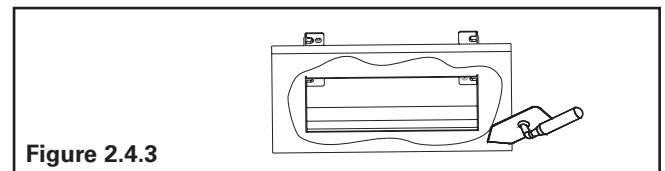

Figure 2.4.3
6. To finish - apply a generous amount of joint compound on trim flange. Mud in up to the trim, around the edge of the fixture. (Figure 2.4.3)
6. Pour finir – appliquez une quantité généreuse de composé à joints sur la collerette de la garniture. Épandez le composé jusqu'à la garniture, autour du bord du luminaire (Figure 2.4.3)